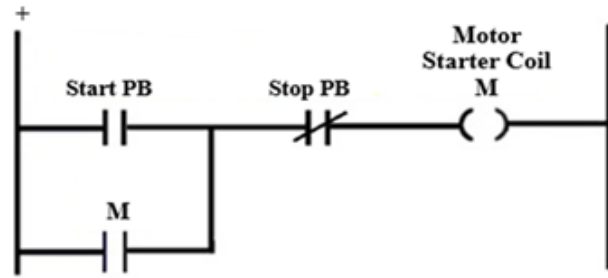

Figure 3.1: Ladder Diagram of Seal in circuit (Start Button Not Pressed)
- Figure 3.1 मध्ये सामान्य लॅच किंवा "सील-इन" सर्किट दर्शविले आहे. हे लॉजिक पुश बटणांचा वापर करून ड्राइव्ह चालवण्यासाठी वापरले जाते. सर्किट "लॅच" होते जेव्हा स्टार्ट पुश बटण दाबले जाते आणि "रीलीज" होते जेव्हा स्टॉप पुश बटण दाबले जाते.